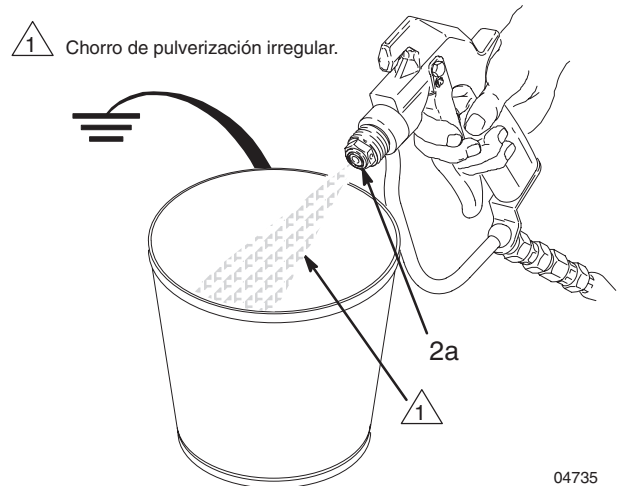

Fig. 5
4. Apunte la pistola hacia un cubo metálico puesto a tierra, manteniéndola firmemente contra dicho cubo. Apriete el gatillo de la pistola. Si el fluido emitido **no** se difunde en un chorro irregular, cambie inmediatamente el conjunto de aguja completo. Ver Fig. 5.